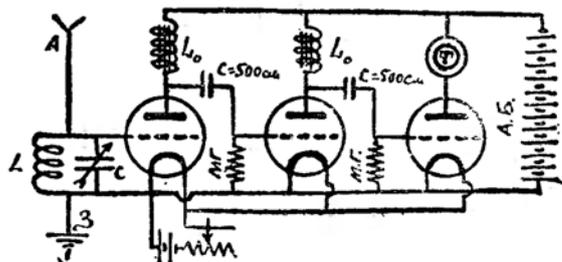

Рис. 71.
1) Усилитель с реактивными катушками (рис. 71).